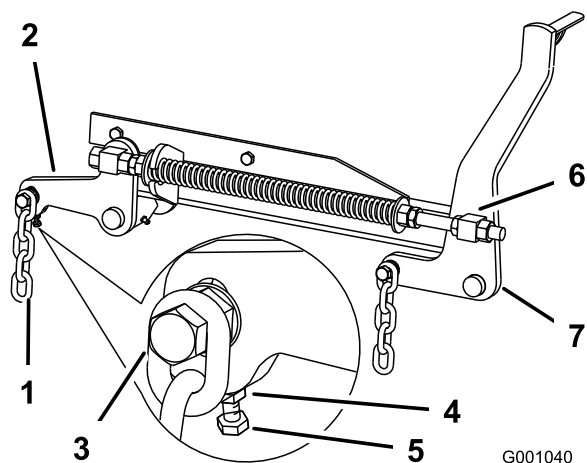

**Figura 78**
1. Coloque la cuchilla derecha en posición longitudinal (Figura 78).
2. Mida la cuchilla derecha en la posición **B** desde una superficie nivelada hasta el filo de corte del extremo de la cuchilla (Figura 78).
4. Coloque la cuchilla izquierda en posición longitudinal (Figura 78).
5. Mida la cuchilla izquierda en la posición **C** (Figura 78) desde una superficie nivelada hasta el filo de corte del extremo de la cuchilla.